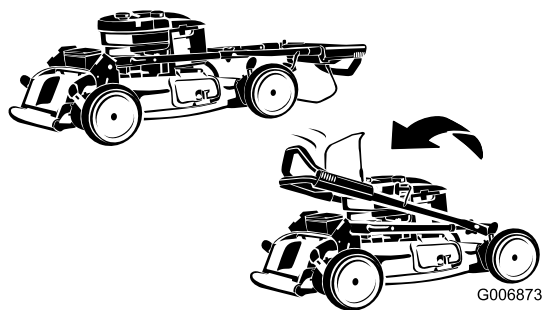

Рисунок 35
3. Поверните верхнюю рукоятку вперед, как показано на Рисунок 35.